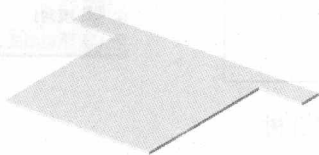

图 1.2 基体-法兰 1
Step2. 创建图 1.2 所示的钣金基础特征——基体-法兰 1。
(1) 选择命令。选择下拉菜单 **插入(I)** → **钣金(B)** → **基体法兰(A)...** 命令(或单击“钣金”工具栏上的“基体法兰/薄片”按钮)。
(2) 定义特征的横断面草图。
① 定义草图基准面。选取前视基准面作为草图基准面。